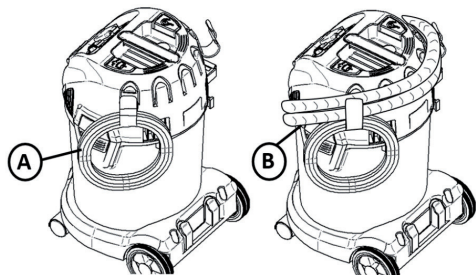

Fig. 22
Op machines zonder kabelhaspel kan de kabel (A) in de haak worden gehaakt, zie Fig. 22. Deze haken kunnen ook worden gebruikt om de slang (B) rond de machine te wikkelen.